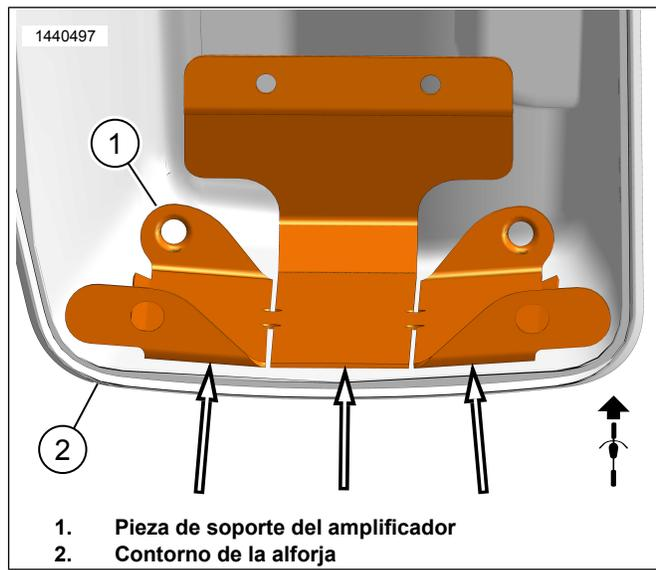

Figura 13. Contorno de la alforja
- b. Consulte la Figura 13. Use las hendiduras de la pieza de soporte de montaje (1) para doblarla y dejarla ajustada al contorno de la alforja (2) sin que se mueva. Esto permitirá que tenga un mejor contacto con la cinta y se adhiera más a ella. Todavía no quite la cinta.